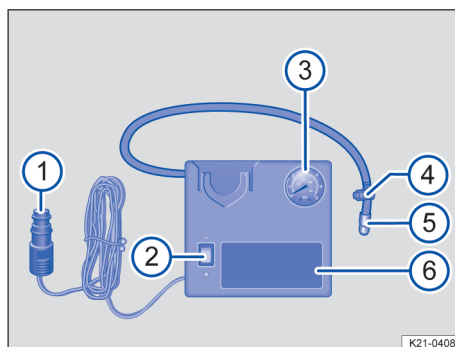

Fig. 220 Imagine de referință: compresorul de aer al setului de pană.
1. Înșurubați bine furtunul de umflare → fig. 220  al compresorului de aer, pe ventilul anvelopei.
2. Verificați dacă șurubul pentru evacuarea aerului → fig. 220  este strâns.
4. Introduceți fișa cablului de 12 V → fig. 220  într-o priză de 12 V din autovehicul → pagina 218.
5. Porniți compresorul de aer cu comutatorul PORNIT/OPRIT → fig. 220 .
2. Racordați din nou furtunul de umplere → fig. 220  și citiți presiunea pe indicatorul de presiune în anvelope → fig. 220 .